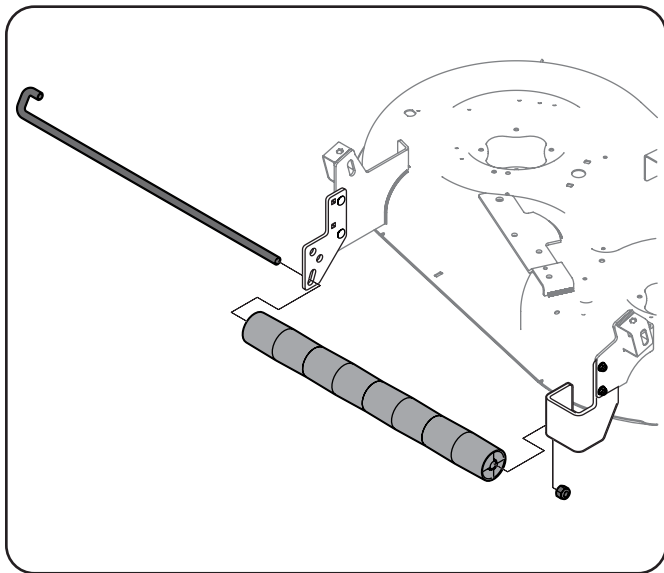

Figure 1-7
3. Alignez les quatre galets (n° 5) à l'intérieur des supports et faites glisser la goupille du galet (n° 2) à travers le centre des galets et dans l'orifice de montage du support de galet de droite (n° 7). Consultez la Figure 1-7.
- Assurez-vous que l'extrémité en forme de J de la goupille du galet est fixée dans l'orifice de montage du support de galet gauche (n° 6), puis fixez-la sur la goupille du galet avec un écrou de blocage 1/2 (n° 4). Consultez Figure 1-7.